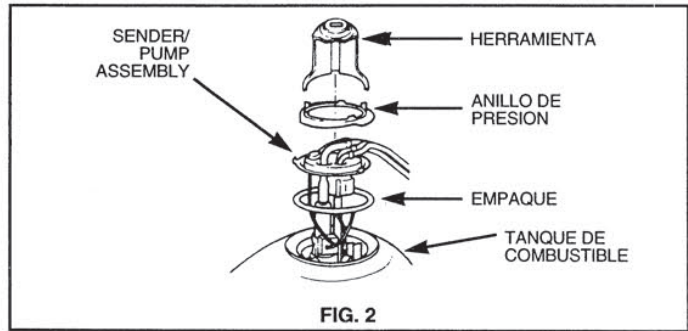

FIG. 2
- Extracteur de la baguette de blocage de l'émetteur (fig. 2)
- B) Lubricar el anillo de presión con aceite penetrante para ayudar a removerlo. Quitar el anillo de presión girándolo en dirección contraria a las manecillas del reloj. Esto puede hacerse mas seguro y mejor si USA la herramienta de servicio especial como la que está ilustrada (ver fig. 2). Tal herramienta está disponible a través del proveedor especial de herramienta. La herramienta especial para.